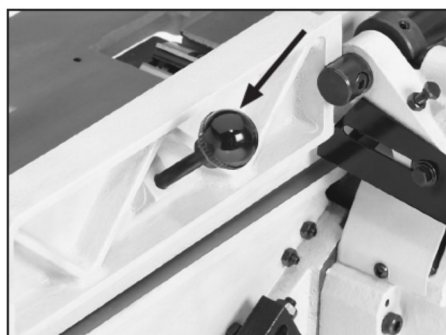

Рис. 13 Рукоятка регулировки установлена
1. Закрутите рукоятку регулировки упора в заднюю часть упора, как показано на Рис. 13.